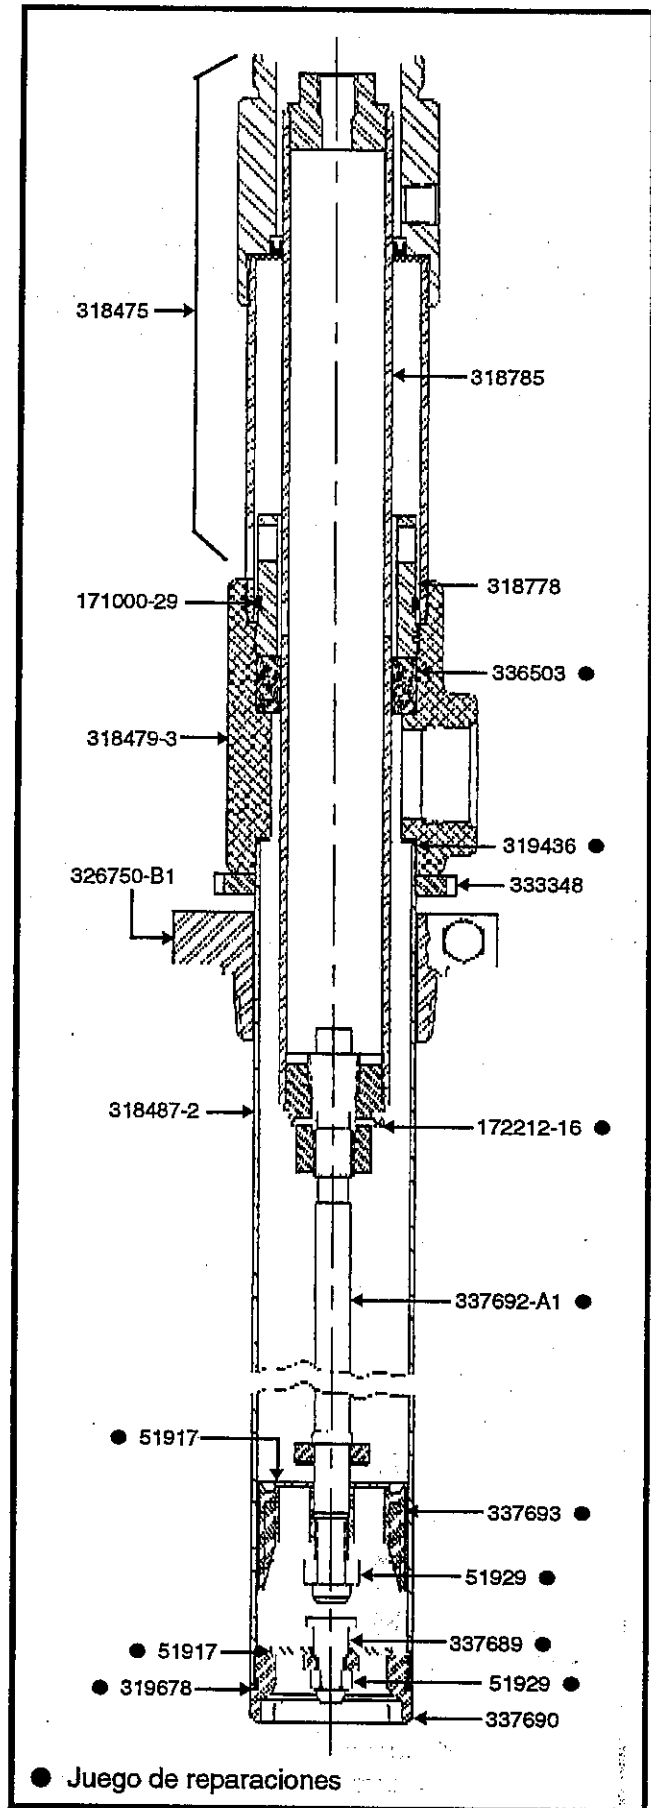

Figura 5: Modelo 7216-4
3. Desatornille el ensamblaje del tubo de bombeo de la envuelta (Consulte la figura 5 ó 6).